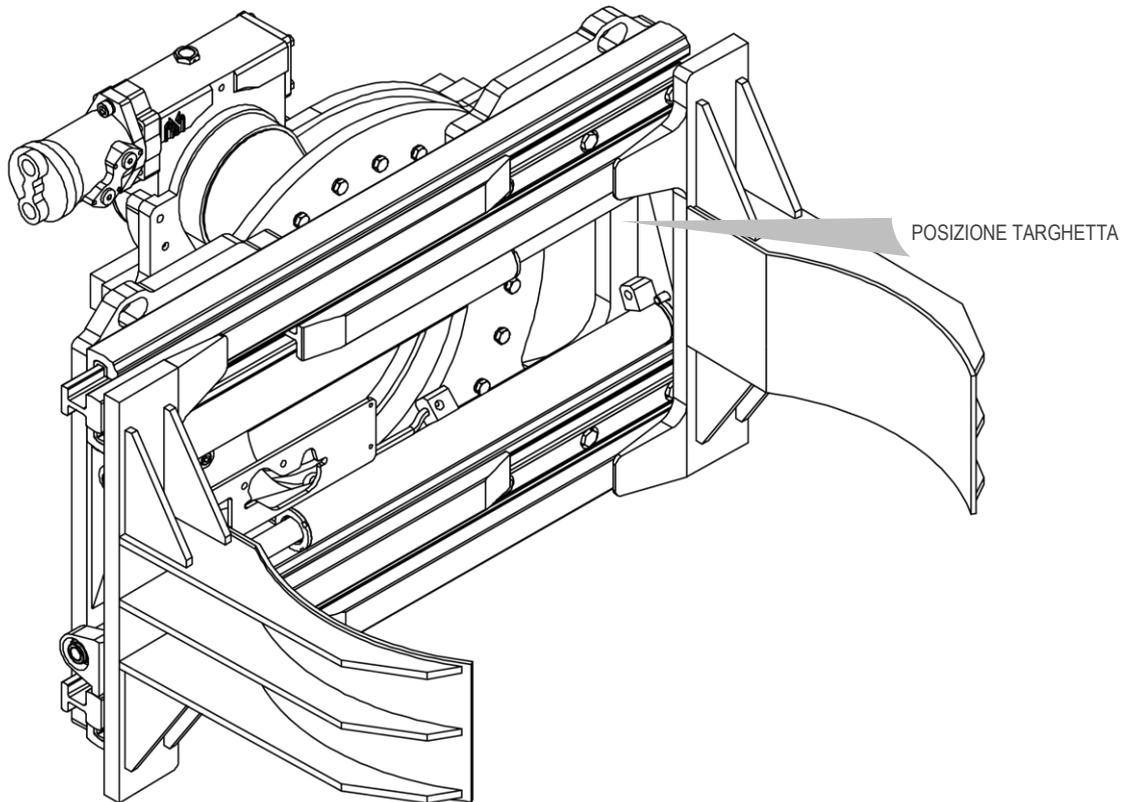

Figura 1
Tutte le attrezzature A.T.I.B. - “PINZA ROTANTE 360° PER UNO O DUE FUSTI TIPO 301.474.160 | PER DUE O QUATTRO FUSTI TIPO 301.474.190” vengono identificate mediante targhetta adesiva (vedi *Tabella 1*) posizionata sull’attrezzatura (la posizione della targhetta identificativa può variare in funzione dell’attrezzatura, vedi *Figura 1*). Fare sempre riferimento al numero di matricola.
5. Per la movimentazione utilizzare cinghie o catene opportunamente dimensionate rispetto al peso dell'attrezzatura indicato in targhetta (vedi *Figura 1* e *Tabella 1* a pag.6).
10. Collegare il circuito idraulico, assicurandosi che la pressione di esercizio delle tubazioni sia superiore o uguale a quella indicata sulla targhetta di identificazione (vedi *Figura 1* e *Tabella 1* a pag.6).
6. Per la movimentazione utilizzare cinghie o catene opportunamente dimensionate rispetto al peso dell'attrezzatura indicato in targhetta (vedi *Figura 1* e *Tabella 1* a pag.6).